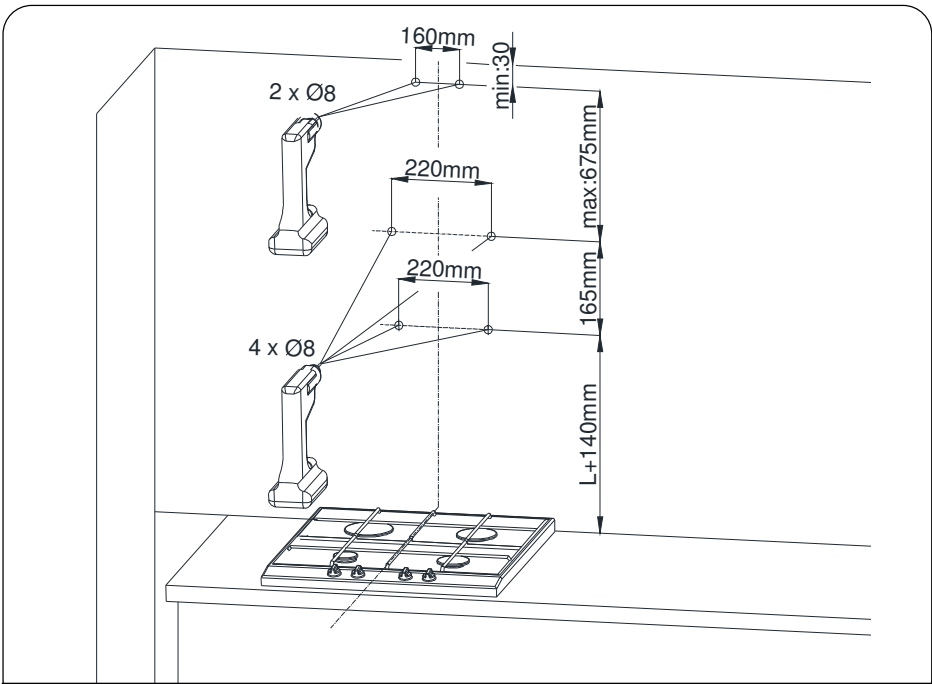

Fig. 4 Installatie afmetingen
De installatie van de afzuigkap wordt in de tekeningen getoond (Fig. 4 - Fig. 9). De afzuigkap is voorzien van bevestigingspennen, die voor de meeste wanden en plafonds geschikt zijn. Bij de installatie moeten de algemeen geldende voorschriften voor de luchtafvoer uit de ruimten in acht worden genomen.
1. Markeer de as van het verwarmingselement en breng deze over naar de muur waar de afzuigkap wordt geïnstalleerd. Markeer alle kenmerkende bevestigingspunten van de afzuigkap. Gebruik een boormachine en boor de gaten. (Fig. 4)